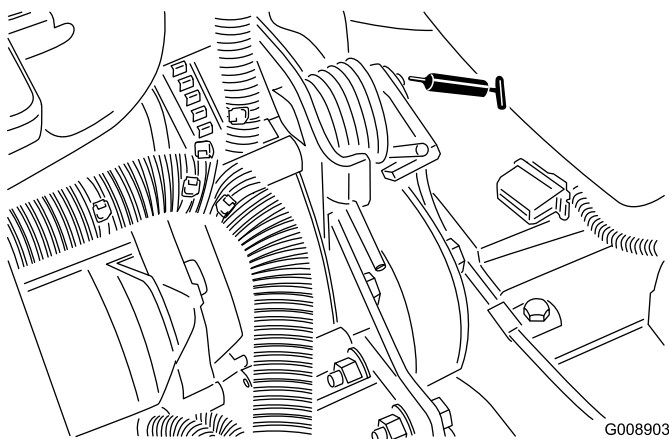

Figura 40
- Pivote tensor de la correa (Figura 40)